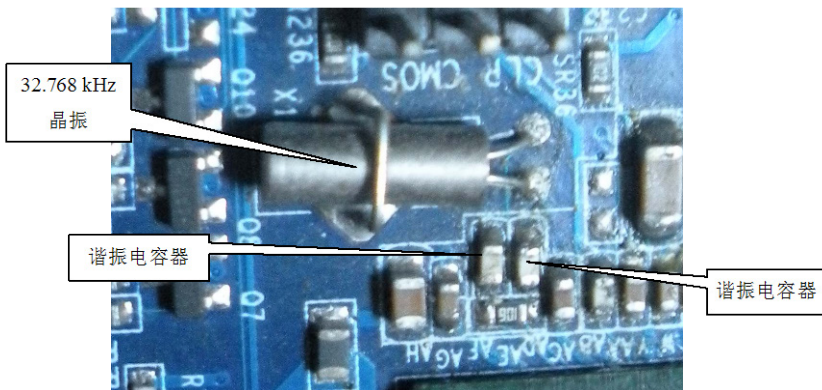

图 2-26 实时时钟信号电压测量
32.768 kHz 时钟信号的测试可以通过用示波器或频率计直接测量 32.768 kHz 晶振来测量，用电压表来测量实时时钟晶振的两个引脚的电压，电压测量如图 2-26 所示，并将测量结果填入表 2-6 中。